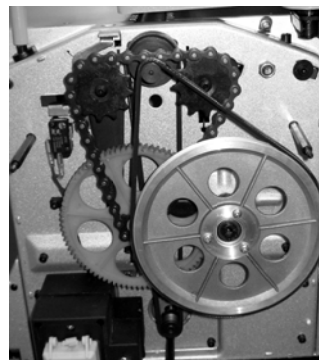

Рис. 14
14. ТЕХНИЧЕСКОЕ ОБСЛУЖИВАНИЕ (РИС. 14, 15)
14.4. Заменяйте угольные щетки, когда они изношены до 4,8 мм их длины, Рис.14. Щетки необходимо менять парами. Для безопасной и надежной работы машины помните, что ремонт, обслуживание и регулировка машины должны проводиться в сервисных центрах с использованием только оригинальных запасных частей и расходных материалов.